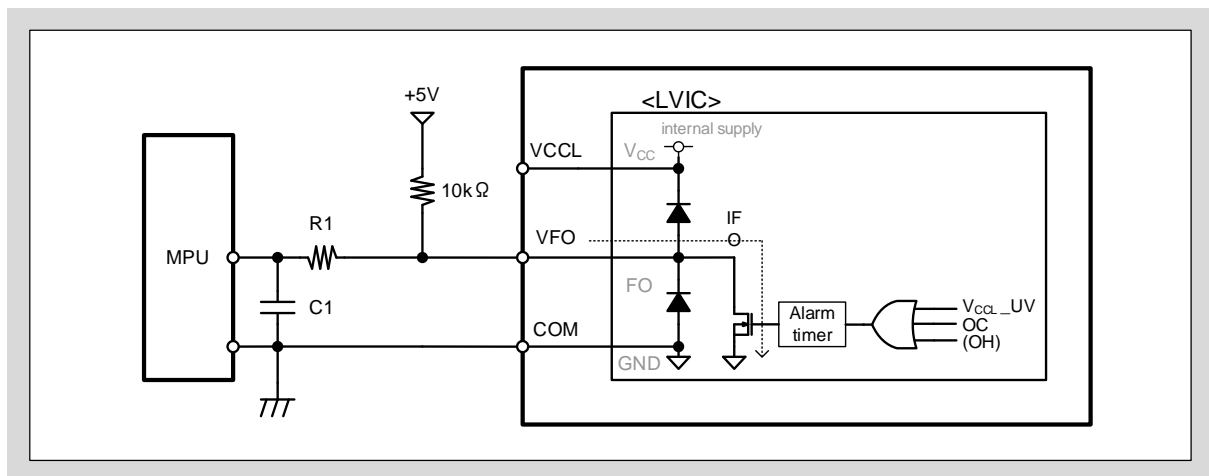
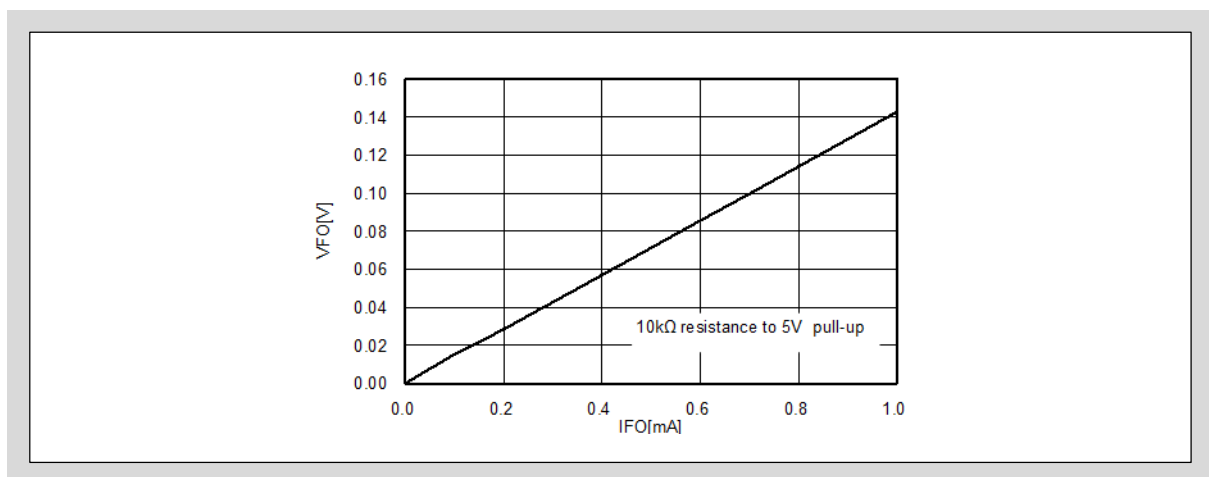

図3-21 VFO端子とMPU I/Oの推奨接続回路
図3-22 アラーム出力状態のVFO端子のVI特性
- 図3-21に示すようにアラーム出力VFO端子はMPUと直接接続することが可能です。VFO端子はオープンドレイン出力となりますので、5Vもしくは3.3Vのロジック制御用の直流電源に10kΩの外付け抵抗でプルアップしてください。また、MPUラインにバイパスコンデンサC1と5kΩ以上の突入電流制限抵抗R1を接続することを推奨します。これらの信号ラインは、可能な限り最短距離で配線してください。
- 図3-21に示すように $V_{CC}$ -VFOとVFO-COM端子間に電氣的にダイオードが接続されています。このダイオードは、本製品をサージ入力から保護するためのものであるため、電圧クランプダイオードとして使用しないでください。本製品が破壊する恐れがあります。
- 図3-22にアラーム出力時のVFO端子の電圧-電流特性を示します。IFOは図3-21に示すVFO端子のシンク電流となります。